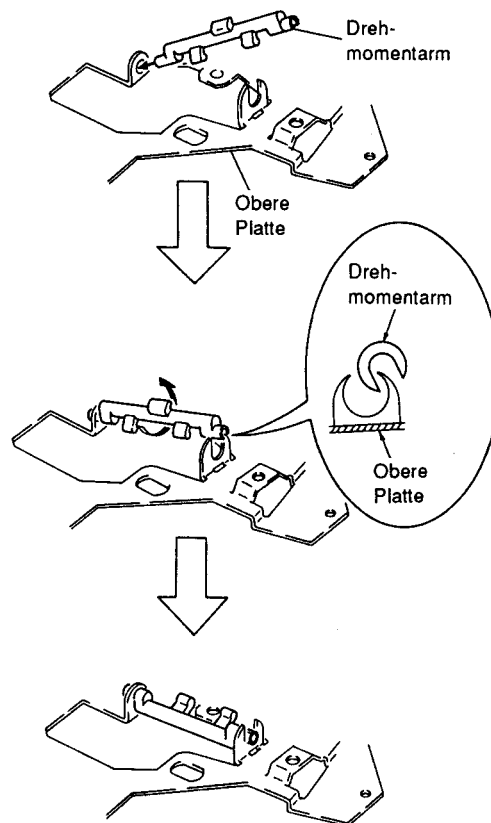

Abb. 6-29
- 2) Den Drehmomentarm an der oberen Platte anbringen, wie es in Abb. 6-29 dargestellt ist.